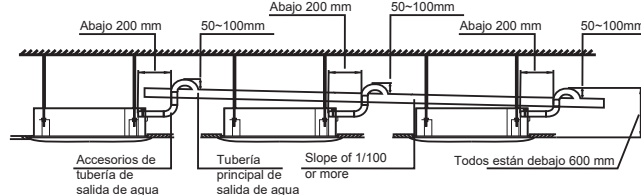

Imagen 5.2
- Quando la salida de la tubería de descarga de agua es más alta que la conexión de la tubería para aspiración de agua, intente mantener la tubería de descarga de agua lo más vertical posible, y los accesorios de conexión de salida de agua deberán doblarse para que la altura de la tubería de descarga de agua esté alejada unos 600 mm de distancia de la base de la bandeja de drenaje. De lo contrario, habrá un flujo de agua excesivo cuando el equipo se pare. Consulte la Imagen 5.2.